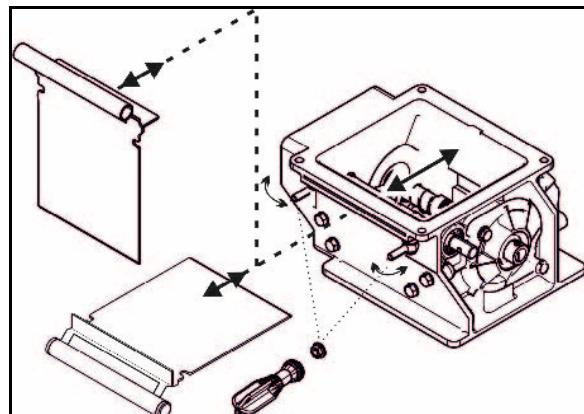

Рис. 76
10. Отверните и снимите крышку подшипника (Рис. 76).